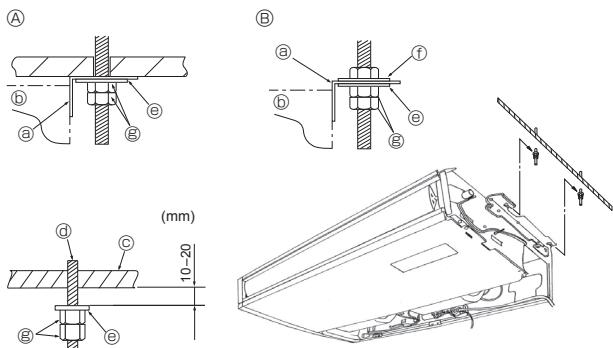

Fig. 3-5
② L'apertura forzata della griglia di ingresso o un'apertura con un'angolazione superiore a 120°, possono danneggiare le cerniere della stessa.
3.3. Installazione della sezione interna (Fig. 3-5)